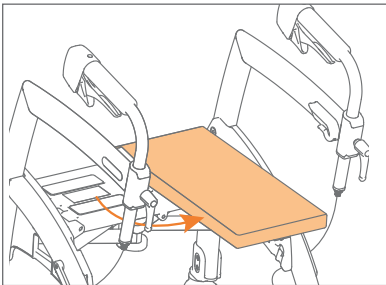

Abbildung 10: Drehen Sie das Sitzkissen.
- Ziehen Sie das Sitzpolster heraus, drehen Sie es um 90 Grad und befestigen Sie es quer auf der Seite mit dem roten Knopf (**Abbildung 10**).